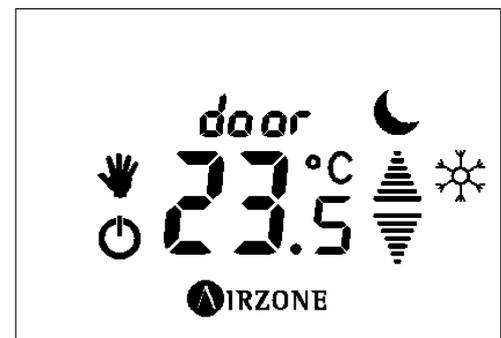

Fig. 19
- **Control de ventana abierta.** Cuando el sensor de ventana conectado al módulo indica que una ventana está abierta, durante más de 60 segundos, el elemento de control (motorización o relé) asociado a ese módulo se cierra. En el caso que es módulo esté asociado a un termostato indicará en éste una advertencia (**Fig.19**)